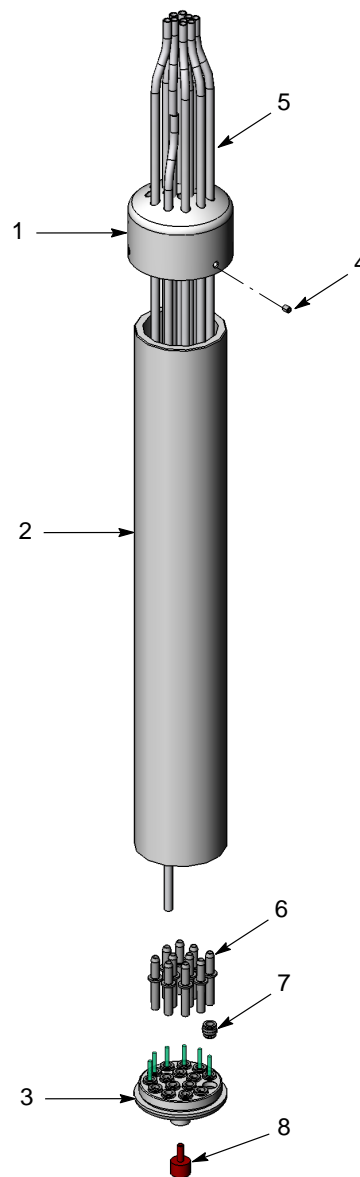

Figura 2 Reparação e peças do conjunto de lança
As peças estão ilustradas na figura 2.
1. Consulte a figura 2. Desligue o tubo de pó (5) da bomba Prodigy HDLV.
2. Desaperte os três parafusos de fixação (4) e, depois, retire a tampa (1) do corpo (2). Desloque a tampa de algumas polegadas para cima, ao longo do tubo de pó existente.
3. Desenrosque o corpo da cabeça (3). Afaste a cabeça do corpo, para aceder aos adaptadores de tubos (6).
5. Remova os adaptadores (6) dos tubos e, depois, puxe os tubos para fora da tampa e do corpo.
1. Consulte a figura 2. Insira os novos tubos de pó através da tampa e do corpo.